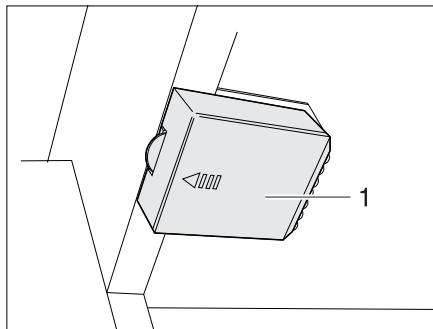

Fig. 182 Eclairage de la penderie avec DEL, compartiment à piles fermé
- Pousser le couvercle (Fig. 182,1) dans la direction de la flèche.